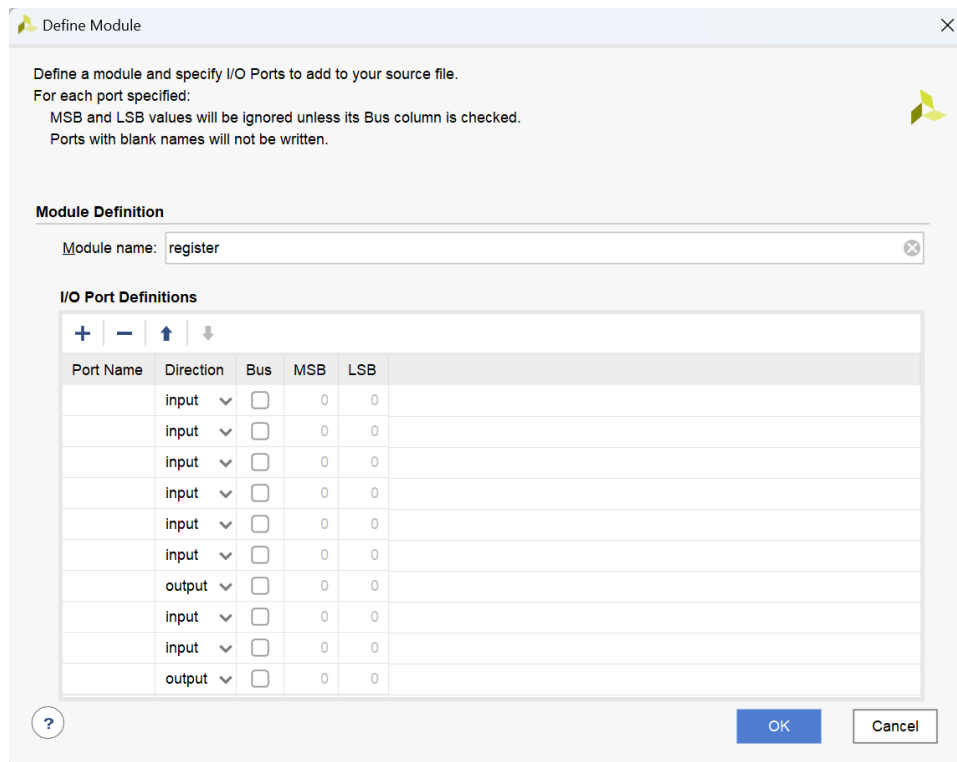

图 3.4.15 Define Module
- (3) 在弹出的“Define Module”中（图 3.4.15），创建三个 input，一个 output，然后选择 ok（此步也可以不做）。